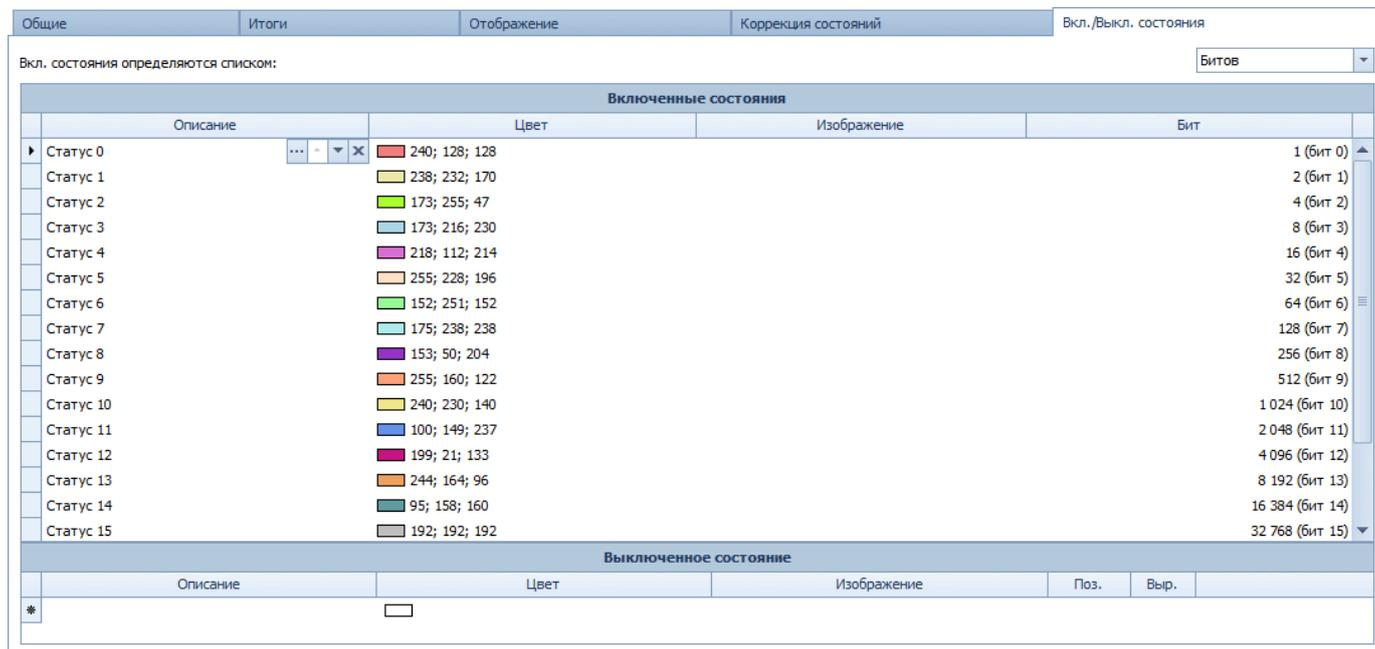

Рис.74. Настройка состояния
9. На вкладке «**Вкл./Выкл. состояния**» установите **Вкл. состояния определяются списком: – Битов** (**Рис.74**).
10. На вкладке «**Вкл./Выкл. состояния**» заполните таблицу «**Включенные состояния**» списком статусов, для каждого статуса выберите цвет (**Рис.74**).